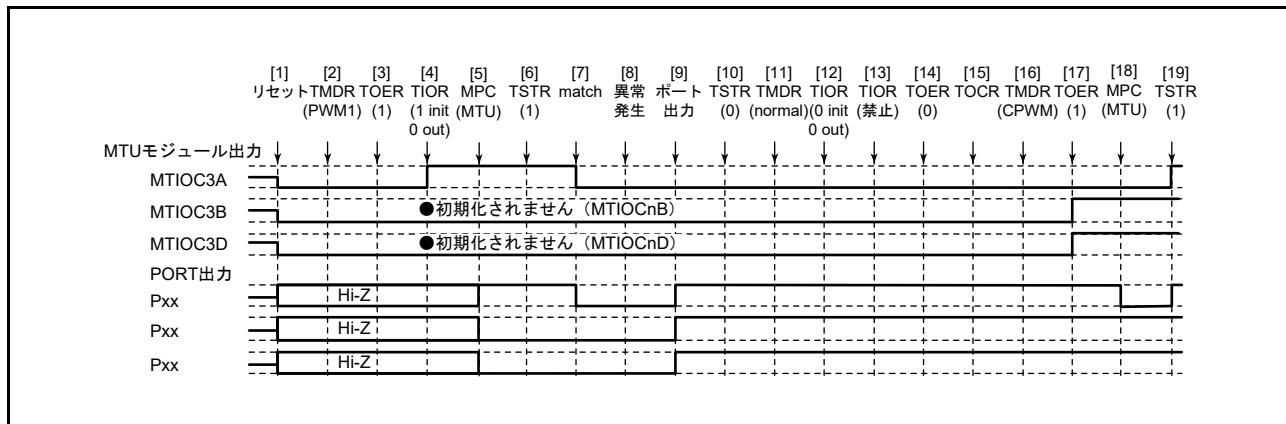

図 20.137 PWM モード 1 で異常が発生し、相補 PWM モードで復帰する場合
PWM モード 1 で異常が発生し、再設定後相補 PWM モードで再スタートする場合の説明図を図 20.137 に示します。
- [1] ~ [14] は図 20.137 と共通です。
(13) PWM モード 2 で動作中に異常が発生し、ノーマルモードで再スタートする場合の動作